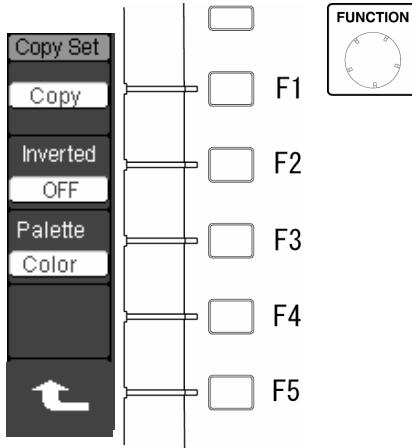

図 2.7 メニューの表示例 2 (**Utilities** メニュー)
- ② 例えば、**Utilities** メニューの **Copy set** メニュー項目を [F4] キーで選択すると図 2.7 のような下の階層メニューが開きます。